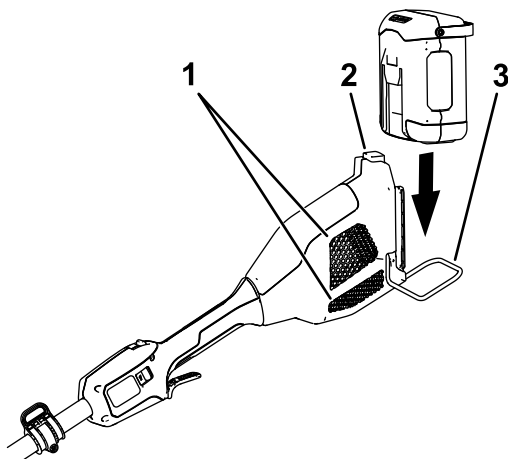

Figura 9
2. Assegure que a proteção da barra é baixada e alinhe a cavidade na bateria com a lingueta na estrutura da pega (Figura 9).
3. Empurre a bateria para a pega até que encaixe no fecho (Figura 9).